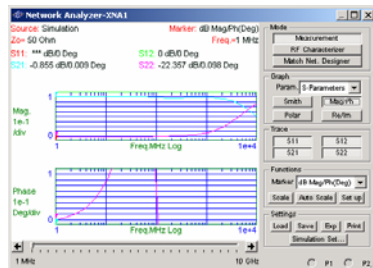

图 5-97 波特图
2) Mag/Ph 按钮：设定图形显示为增益/相位的频率响应格式，即波特图，如图 5-97 所示。